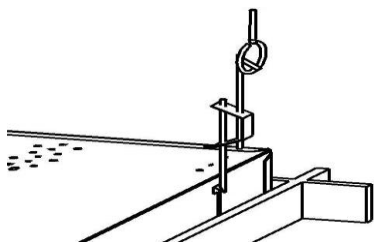

Рис.5
Светильники серии TLGR устанавливать согласно Рис.5
6.3. Светильник после распаковки установить в потолок. Светильники серии TLGR устанавливать согласно рис.5. Светильники серии TLC-1 устанавливать в рамку потолка на рассеиватель.